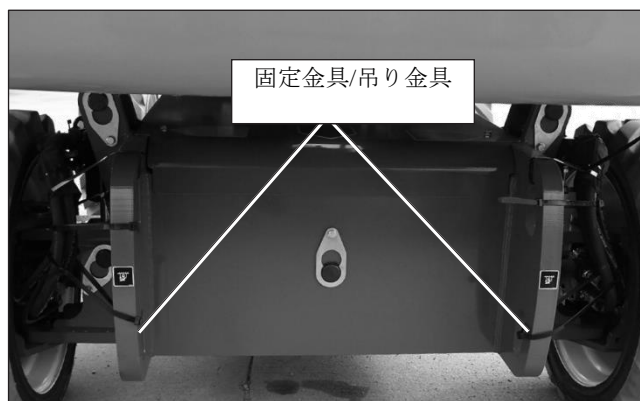
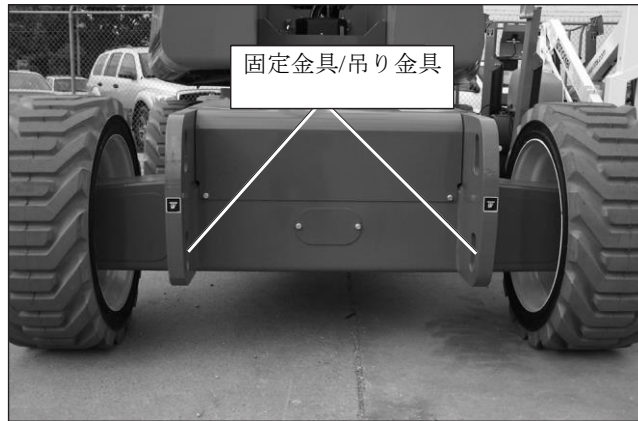

図 9.2 - 前部の固定金具/吊り金具
図 9.4 - 後部の固定金具/吊り金具
5. チェーンまたはケーブルを、シャーシと前車軸の間、およびシャーシの穴を通してくり付け、シャーシ前部の固定金具（図 9.2 を参照）にウィンチを取り付けます。
2. 前部吊り金具（図 9.2 を参照）と後部吊り金具（図 9.4 を参照）に亀裂がなく状態が良好であるか点検します。何らかの損傷がある場合は、有資格サービス技術者による修理が済むまで、本機をホイストで吊り上げないでください。